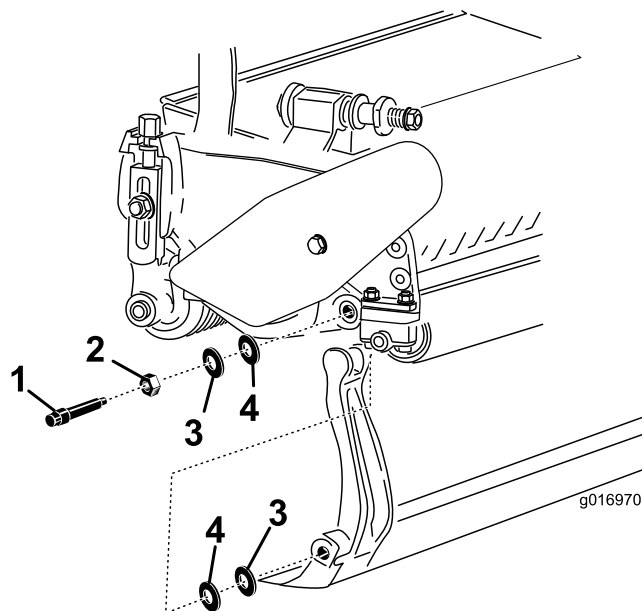

Figura 21
Guarde as duas anilhas de nylon e as duas anilha de aço prensado de cada uma das extremidades da barra de apoio (Figura 21).
3. Coloque uma arruela de nylon de cada lado da placa lateral. Coloque uma arruela de aço no exterior de cada uma das arruelas de nylon (**Figura 21**).